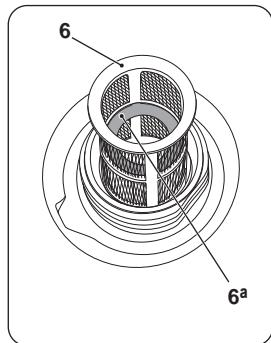

рис. 14
При заправке убедитесь в наличии топливного фильтра (6) (рис. 14) в баке. Не допускайте попадания пыли, грязи, воды и других инородных веществ в топливо.
Не заливайте топливо выше красного кольца (6a), установленного в топливном фильтре (рис. 14), иначе позже, во время работы, оно может перелиться, когда нагреется и увеличится в объеме. Перед запуском двигателя тщательно вытрите пролитое топливо с корпуса и глушителя генератора.